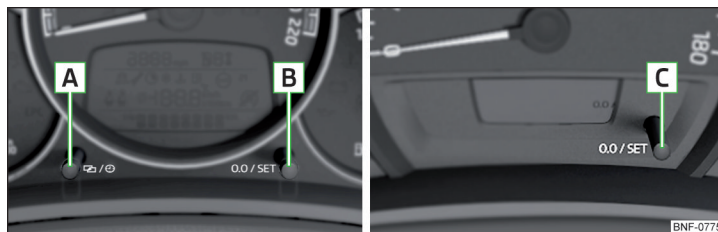

Fig. 23 Tasti nella strumentazione combinata: variante 1 e 2 / variante 3
- Tenere premuto il tasto **[C]** » fig. 23 a pag. 34, finché l'indicatore dell'ora e della temperatura esterna sul display non lampeggia.
- Tenere premuto il tasto **[A]** » fig. 23 finché l'indicatore delle ore sul display non lampeggia.
- Tenere premuto il tasto **[C]** » fig. 23, finché l'indicatore dell'ora sul display non lampeggia.
- Premere il tasto [B] e/o [C] » fig. 23 a pag. 34.
- Selezionare il contachilometri indicante la distanza percorsa (trip) e tenere premuto il tasto [B] e/o [C] » fig. 23 a pag. 34.